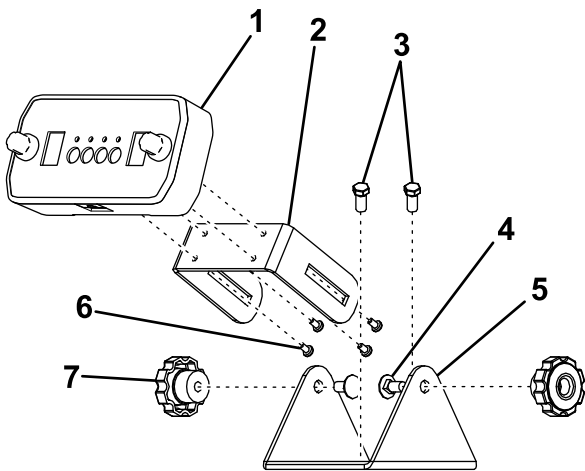

图17
1. 使用 2 个钩子和环带紧固件或 2 个钣金螺丝将安装支架连接到车辆（图17）。
2. 使用 4 个平头螺丝将控制器显示屏连接到滑动支架（图17）。
3. 用 2 个托架螺栓和手拧螺母将滑动支架连接到安装支架（图17）。